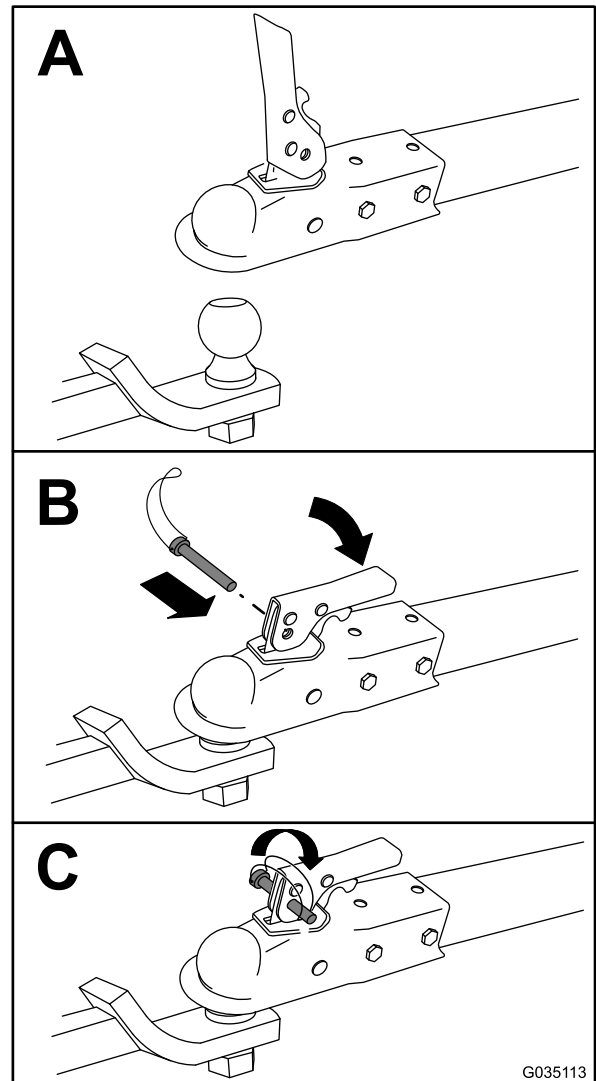

Figura 14
3. Enganche la máquina como se muestra en Figura 14.